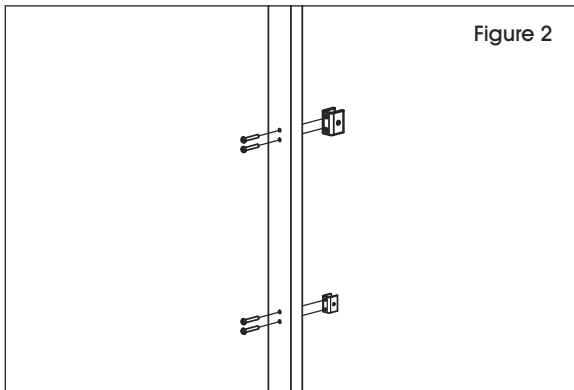

Figure 2
3. Fixez un petit support en U sur chaque patte à la série inférieure de trous à l'aide de vis de 1/4 po. Fixez un grand support en U sur chaque patte à la série supérieure de trous à l'aide de vis de 1/4 po. (Voir Figure 2)